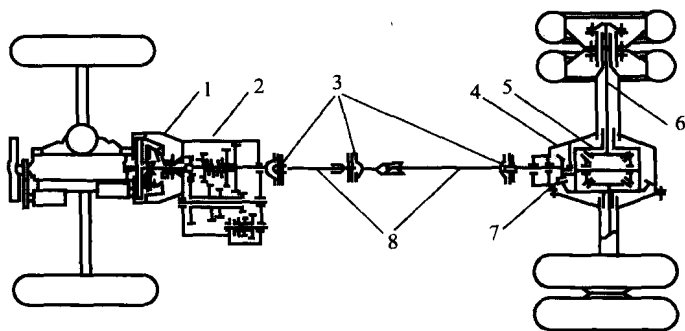

图 1-4 机械式传动系的组成(FR 型)
(1) 机械式传动系。机械式传动系如图 1-4 所示，后面将重点介绍。
汽车传动系的功用是将发动机发出的动力传给驱动轮。现代汽车传动系的组成受传动系的布置、类型及驱动方式等的影响而有所不同，现以发动机前置后轮驱动的机械式传动系为例介绍传动系的组成。如图 1-4 所示，机械式传动系主要由离合器 1、变速器 2、万向传动装置和驱动桥等组成。万向传动装置由万向节 3 和传动轴 8 组成。驱动桥由主减速器 7、差速器 5 和半轴 6 组成。发动机的动力依次通过各总成传给驱动轮，使汽车克服各种阻力而行驶。
(1) 发动机前置后轮驱动(FR 型)。发动机前置后轮驱动(FR 型)是传统布置方式,如图 1-4 所示。前、后轮质量分配较合理,后轮驱动易获得足够的驱动力。发动机、离合器、变速器的安装位置在驾驶员附近,因而操纵机构简单,但较长的传动轴影响传动效率。主要应用于大、中型货车上,在部分轿车和客车上也有应用。
- (1) 认识汽车的整体结构，区分汽车各大组成系统。
- (2) 认识汽车传动系组成，并观察动力传递路线(如图 1-4 所示为发动机前置后轮驱动传动系示意图)。
- (3) 认识汽车转向系组成, 并观察转向力矩的传递路线。
- (4) 认识汽车制动系组成, 并观察制动力的传递路线和工作情况。
- (5) 认识汽车行驶系组成, 并观察分析地面对汽车重力的承受情况。